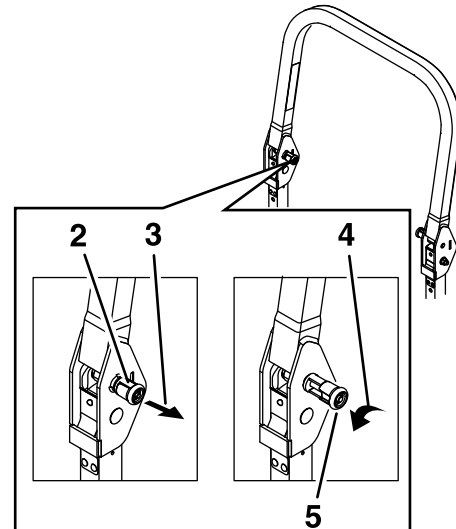

Bild 8
2. Ziehen Sie beide Handräder heraus und drehen sie um 90°, damit sie nicht eingerastet sind (Bild 8).
3. Senken Sie den Überrollbügel ab (Bild 8).